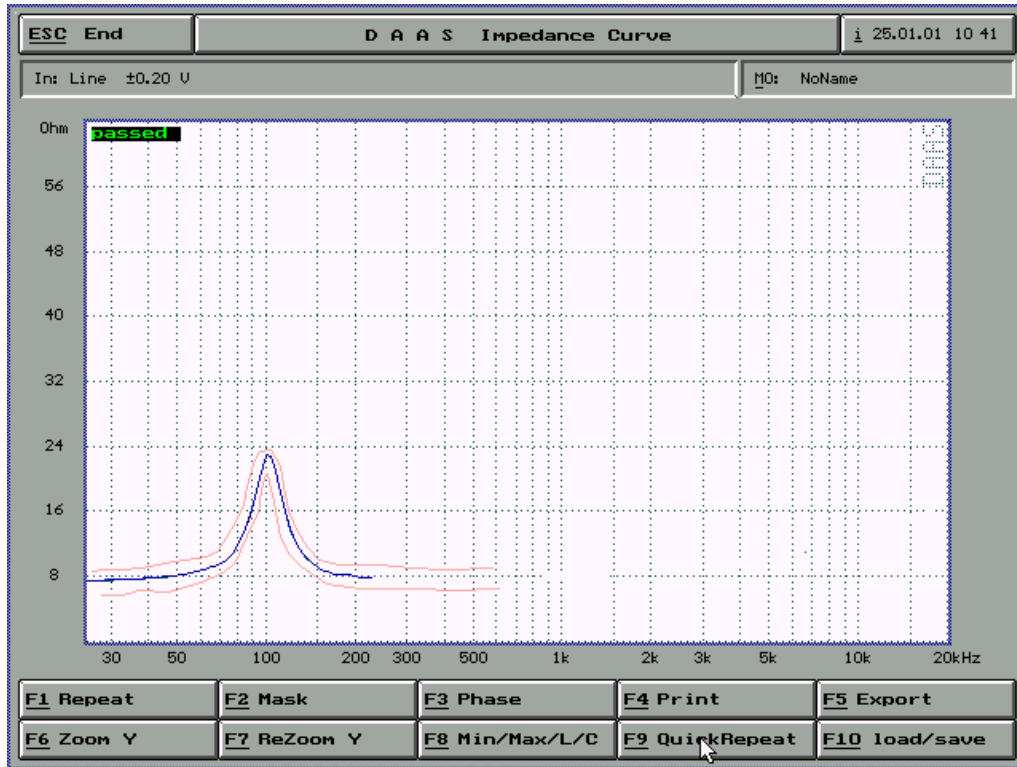

图 10-21
6) 按F9 QuickRepeat即可快速测量产品阻抗曲线, 如图10-21查看曲线是否符合范围, 如果符合则左上角会出现passed事先设置好的通过字样 (字样的对照输入请参考频响品管运用)